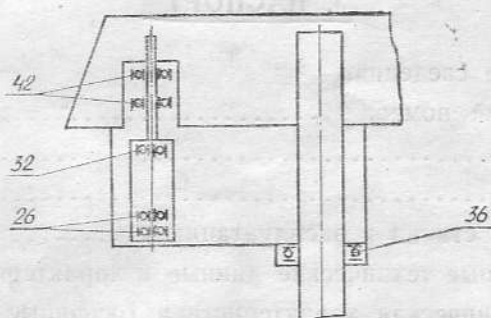

Рис. 14. Схема расположения подшипников
2. 5. Схема расположения подшипников (рис. 14).